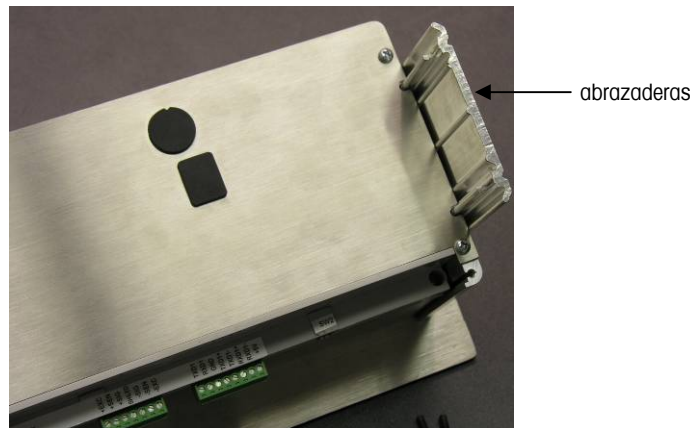

Figura 2-3: Abrazaderas de sujeción
1. Afloje y quite los cuatro tornillos Allen que fijan las abrazaderas en un lado de la caja (vea la Figura 2-3). Utilice la llave Allen de 2 mm incluida con la terminal.